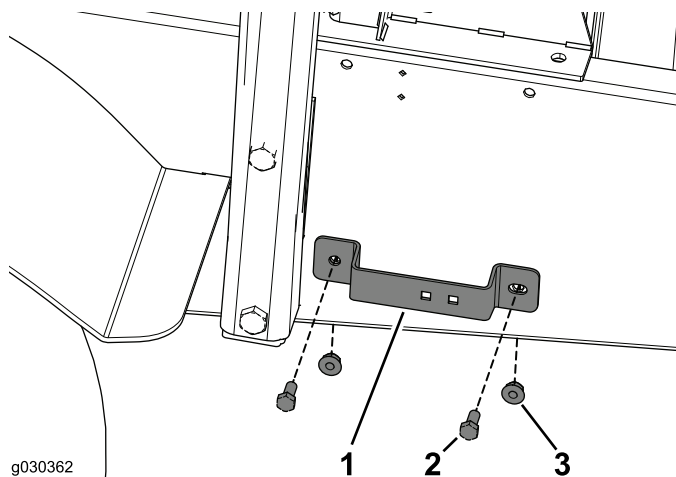

Figura 44
1. Fije el soporte de la manguera al bastidor de la máquina con los 2 pernos (5/16" x 3/4") y 2 tuercas con arandela prensada (Figura 44).